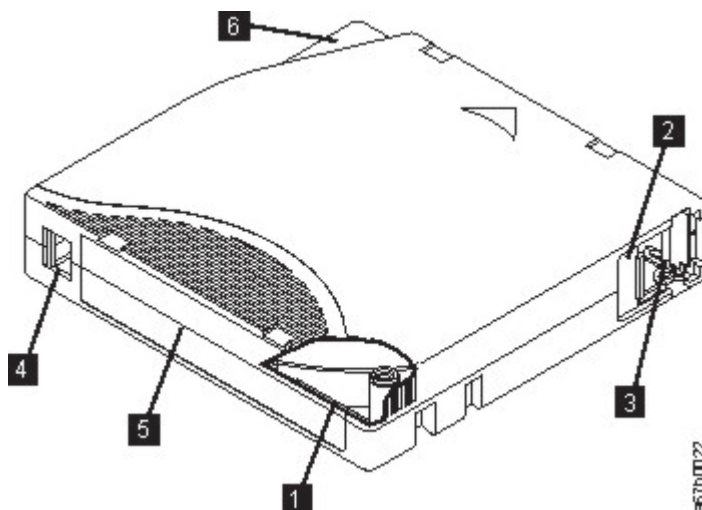

Figura 86. El cartucho de datos LTO de
Figura 86 muestra el cartucho de datos LTO de y sus componentes.
La puerta del cartucho (**2** en la Figura 86 en la página 149) protege la cinta de cualquier tipo de suciedad cuando el cartucho está fuera de la unidad. La cinta está conectada a una patilla guía (**3** en Figura 86 en la página 149) detrás de la puerta. Cuando el cartucho se inserta en la unidad, el mecanismo enhebrador extrae el eje (y la cinta) del cartucho, a través del cabezal de la unidad, y lo dirige hacia una bobina receptora no extraíble. A continuación, el cabezal puede leer o grabar datos en la cinta.
El conmutador de protección contra grabación (**4** en la Figura 86 en la página 149) evita que se graben datos en el cartucho de cinta. Para obtener más información, consulte “Conmutador de protección contra grabación” en la página 154.
El área para la etiqueta (**5** in Figura 86 en la página 149) proporciona una ubicación para colocar la etiqueta. .
La guía de inserción (**6** en la Figura 86 en la página 149) es un área amplia con ranuras que impide que el cartucho se inserte incorrectamente.
Los cartuchos de cinta LTO tienen un área hundida en la cara del cartucho al lado del conmutador de protección contra grabación. Utilice esta área para adjuntar la etiqueta de código de barras pegada a la parte posterior. Coloque la etiqueta sólo en el área hendida destinada a la etiqueta (consulte **5** in Figura 86 en la página 149). Una etiqueta que sobrepase los límites del área hendida puede provocar problemas de carga en la unidad.
- Coloque la etiqueta dentro del área hendida destinada a la etiqueta (consulte el punto **5** del Figura 86 en la página 149).